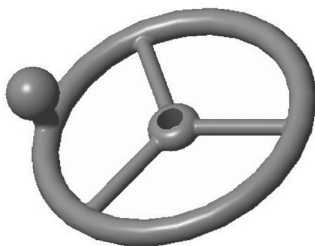

图 7-21 修改特征尺寸
STEP 04 按〈Ctrl+G〉组合键,重新生成模型,此时即可修改特征尺寸,效果如图 7-21 所示。